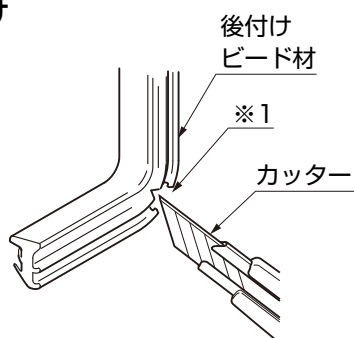

図1-5
- 後付けビード材を折曲げる箇所(※1)にカッター等で切欠きを入れてください。(図1-5参照)